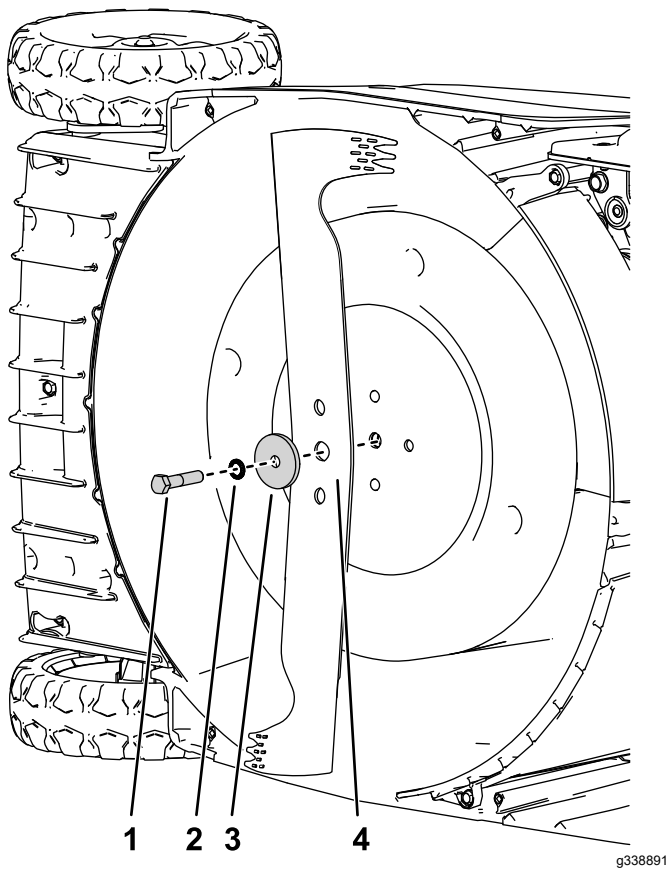

Figura 29
4. Instale la cuchilla nueva y todos los herrajes de montaje (Figura 29).